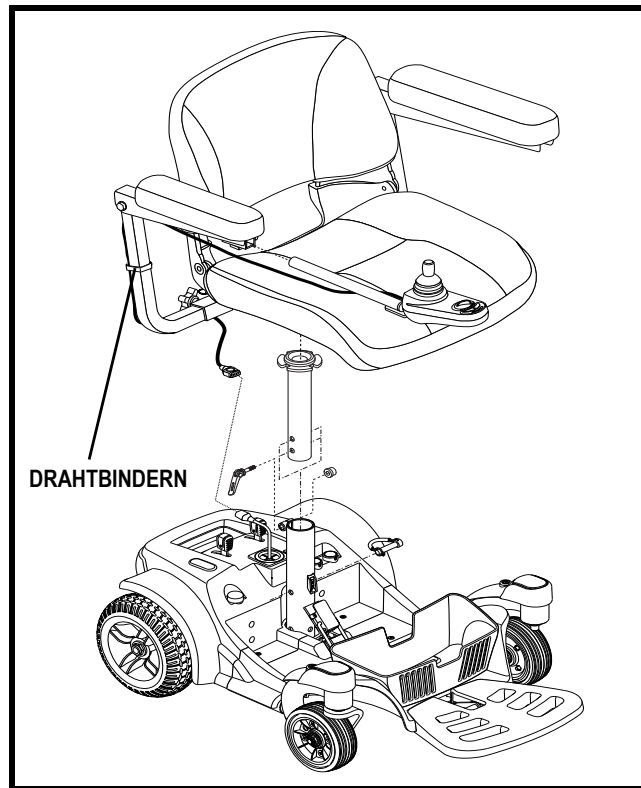

Abb. 9. Sitzeinbau
2. Plazieren Sie den Sitz auf der Sitzstütze. **Siehe Abb. 9.**
6. Wenn gewünscht, das Steuergerätekabel mit den Drahtbindern an der Armlehnenaufnahme sichern. **Siehe Abb. 9.**